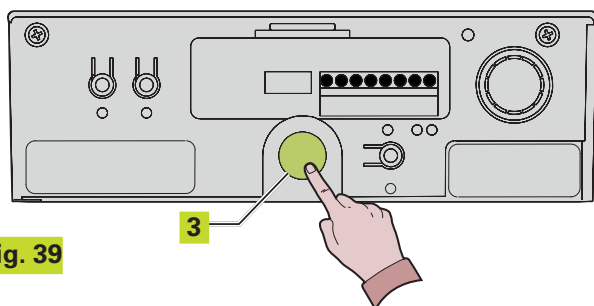
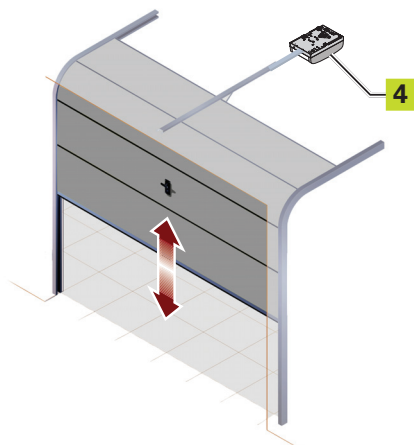

Fig. 39
Fig. 40
- 1) Envoyer la 1ère commande OPEN: l'opérateur effectue une fermeture ralentie jusqu'à la détection de la butée et s'arrête. (Fig. 39 réf. ③ et Fig. 40 réf. ④)
- 2) Envoyer la 2e commande OPEN: l'opérateur continue avec un actionnement d'ouverture. (Fig. 39 réf. ③ et Fig. 40 réf. ④)
- 3) Envoyer la 3e commande OPEN pour définir le point où l'on souhaite commencer le ralentissement. (Fig. 39 réf. ③ et Fig. 40 réf. ④)
- 4) Envoyer la 4e commande OPEN pour définir le point d'arrêt en ouverture, ou bien attendre que l'automatisme détecte l'arrivée sur la butée et s'arrête. (Fig. 39 réf. ③ et Fig. 40 réf. ④)
- 5) Envoyer la 5e commande OPEN: l'opérateur commence le mouvement de fermeture. (Fig. 39 réf. ③ et Fig. 40 réf. ④)
- 6) Envoyer la 6e commande OPEN pour définir le point où l'on souhaite commencer le ralentissement. (Fig. 39 réf. ③ et Fig. 40 réf. ④)
- 7) Attendre que la porte atteigne la butée et que l'opérateur s'arrête. (Fig. 40 réf. ④)